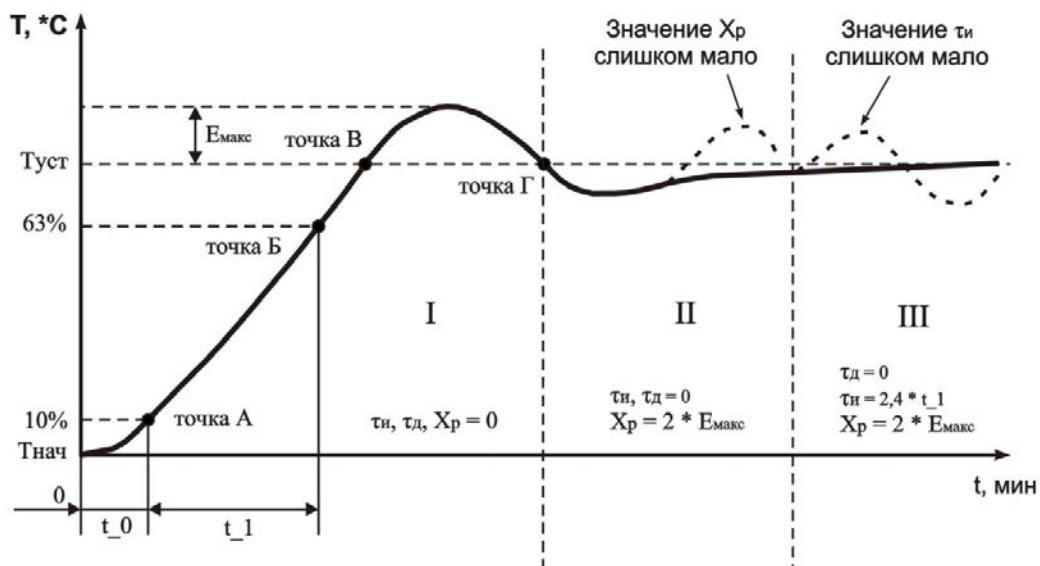

Рисунок 6.1 Ручная настройка ПИД-регулятора
7.2.5.2.3 Установить значение параметра  $cH1 = 3$  ( $cH2$ ,  $cH3$ ,  $cH4$ ). После нажатия кнопки **ВВОД**, на индикаторе отобразится мигающая надпись “P d” с соответствующим индикатором номера настраиваемого канала в течении времени 10 сек (время может меняться в зависимости от установленного времени фильтра  $Ft1$ ,  $Ft2$ ,  $Ft3$ ,  $Ft4$ ). По окончании времени регулятор выдаст непрерывный максимальный выходной сигнал и на дисплее отобразится текущая температура с точкой в младшем разряде “xxx.”. В результате чего выходное реле нагрузки будет включено до тех пор, пока не будет достигнута величина температуры равная  $SP$  ( $T_{уст}$ ). После выключения реле нагрузки (стадия I, точка B на рисунке 6.1) некоторое время температура по инерции будет продолжать увеличиваться. Как только контролируемая температура опустится ниже  $SP$  ( $T_{уст}$ ), процесс автонастройки заканчивается (точка Г рисунок 6.1), на дисплее отображается непрерывная надпись “P d”. ТР-101 вычисляет коэффициенты ПИД регулятора: полосу пропорциональности  $X_p$ , постоянную времени интегрирования  $T_{и}$ , постоянную времени дифференцирования  $T_{д}$ . После окончания автонастройки необходимо нажатием кнопки **МЕНЮ** перевести прибор в режим программирования, в котором можно посмотреть и скорректировать полученные значения коэффициентов.
7.2.5.3.6 Измерить максимальное значение перерегулирования между точками B и Г ( $E_{макс}$ , рисунок 6.1).